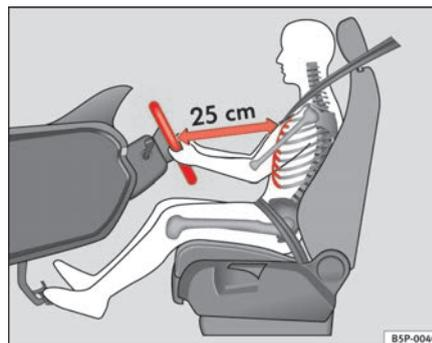

Fig. 133 Posição correcta do banco do condutor
- Ajustar o volante, até ser atingida a posição pretendida ⇒ fig. 133.
- Ajustar o banco do condutor ou o volante, de modo a que a distância entre o volante e o esterno seja de pelo menos 25 cm ⇒ página 166, fig. 133. Se não se respeitar a distância mínima, o sistema de airbag não pode exercer a sua função de protecção – perigo de vida!